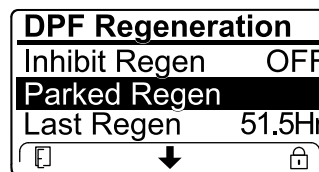

Figura 47
- Se o computador do motor pedir uma regeneração de recuperação ou se estiver a processar uma regeneração de recuperação e percorrer a opção REGENERAÇÃO EM ESTACIONAMENTO, a regeneração em estacionamento bloqueia e o ícone de bloqueio (Figura 47) surge no canto inferior direito do InfoCenter.